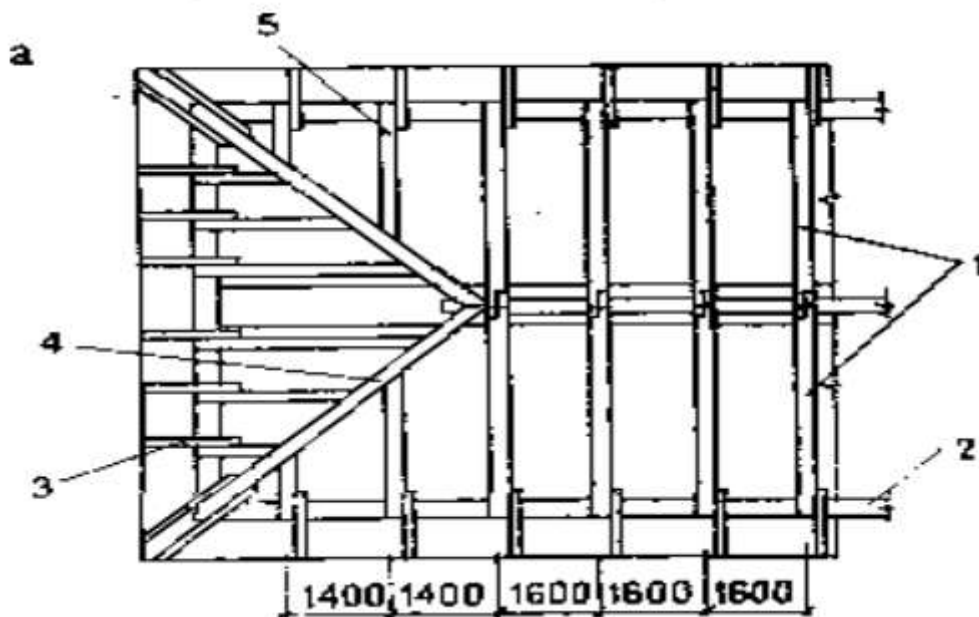

Рисунок 22 – План раскладки стропильных ног 1- стропильные ноги; 2 - мауэрлат; 3- кобылка; 4- диагональные стропильные ноги; 5 - укороченные стропильные ноги
2. В масштабе 1:100, на формате А4 вычертить конструкцию скатной крыши с обозначением элементов, пример оформления смотри рис.22.